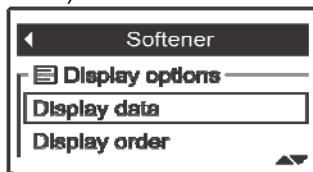

РИС. 113
2. Нажать кнопку ВЫБОР (O) для отображения меню устройства.
3. Нажать кнопку ВНИЗ (▼) и прокрутить опции меню до подсветки надписи в рамке **Отображение данных** (См. Рисунок 113).
6. Для выбора нового элемента данных дисплея убедиться, что рамка напротив названия элемента выделена светом (рамка черная в середине). Затем нажать кнопку ВЫБРАТЬ (O). В рамке появится «галочка».
7. Для отмены выбора проверенного элемента данных дисплея, убедиться, что рамка напротив названия элемента выделена светом (рамка черная в середине). Затем нажать кнопку ВЫБРАТЬ (O). «Галочка» исчезнет.
8. После завершения выбора, выйти из этого меню нажатием кнопки ВЛЕВО (◀). Дисплей вернется обратно в меню устройства (Рисунок 113).